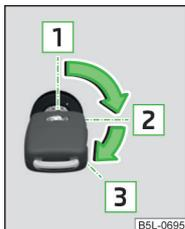

Fig. 120
» fig. 120
- » Gire la llave en la posición **3** » fig. 120 de la pág. 96 y continúe el proceso de arranque. Luego suelte la llave, el motor arranca automáticamente.
- » Gire la llave a la posición **1** » fig. 120 de la pág. 96.